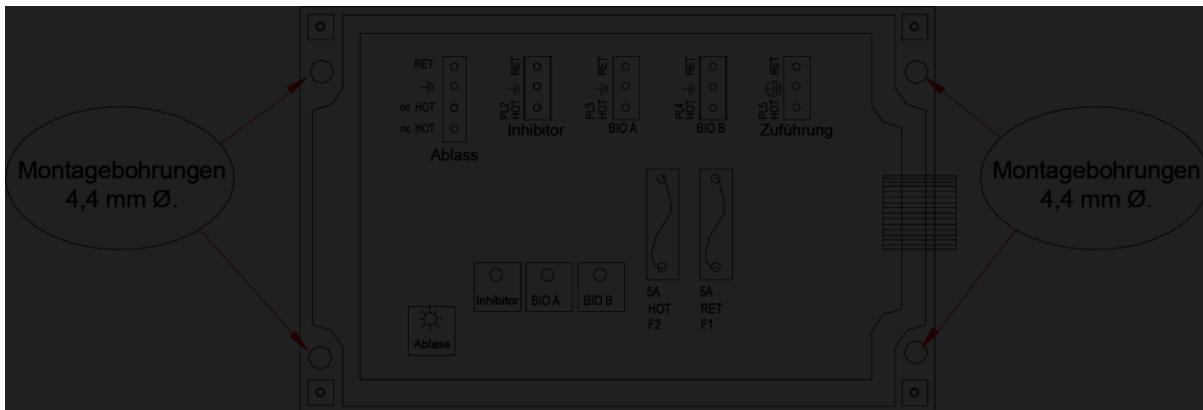

Abb. 3
Montieren Sie die untere Hälfte des Controllers mit den vier (4) Bohrungen (siehe Abb. 3).